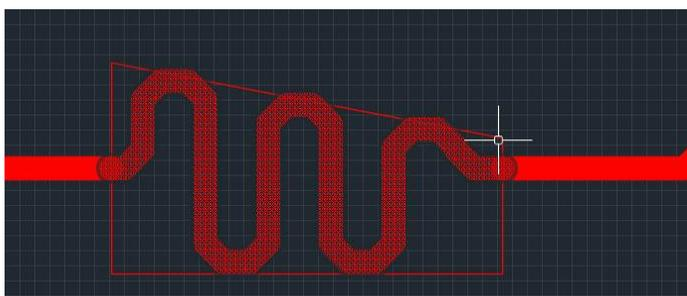

Рис. 277 Изменение геометрии меандра
3. Нажмите левую кнопку мыши и, удерживая ее, переместите курсор, определяя новые границы области размещения, см. Рис. 277. Изменения меандра будут отображаться на экране.